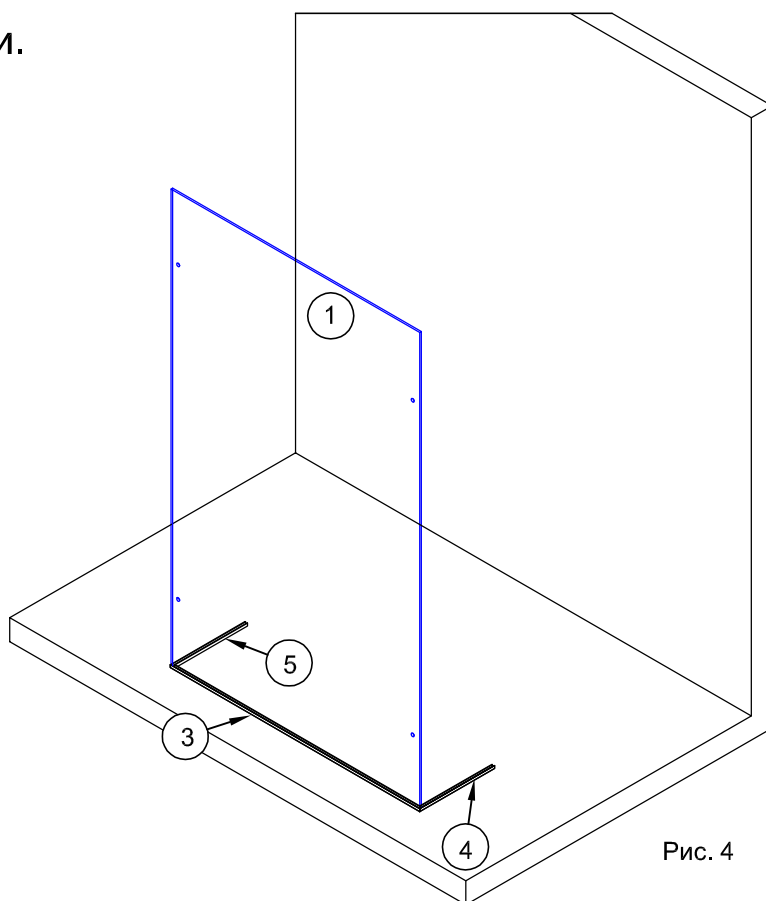

Рис. 4
2.1. В середину профилей №3, №4 и №5 нанести силиконовый герметик. Количество герметика рассчитать на заполнение всех щелей между профилями и стеклом (рис.4).
2.2. Вставить панель №1 в профиль №3 (рис.4).